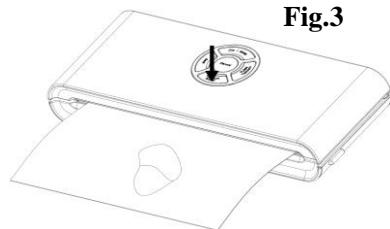

Fig.3
6. Trykk deretter på Vacuum & Seal-knappen. Enheten starter automatisk vakuumeringen og forseglingen – Fig. 3.